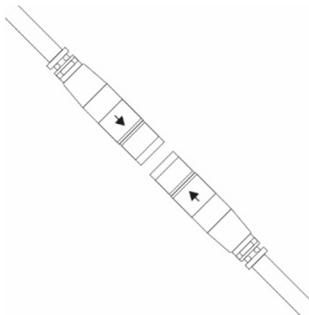

Abbildung 11 - Detail der Anschlüsse
3. Positionieren Sie den Lenker am oberen freien Endstück der Lenksäule und verbinden Sie mit Hilfe einer zweiten Person und unter Beachtung der Farben die beiden Stecker. Auf beiden Steckern befinden sich zwei Pfeile, die zum Einstecken untereinander auf Flucht ausgerichtet sein müssen; drücken Sie die so ausgerichteten Stecker gegeneinander, bis der farbige Teil nicht mehr ersichtlich ist (**siehe Abbildung 11 - Detail der Anschlüsse**).